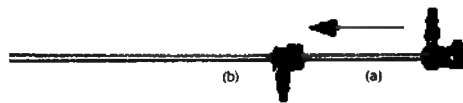

Рисунок 7: Соединение внутреннего и внешнего тубуса
1. Ввести внутренний тубус (а) во внешний тубус (b) до состыковки двух элементов (см. Рисунок 7).